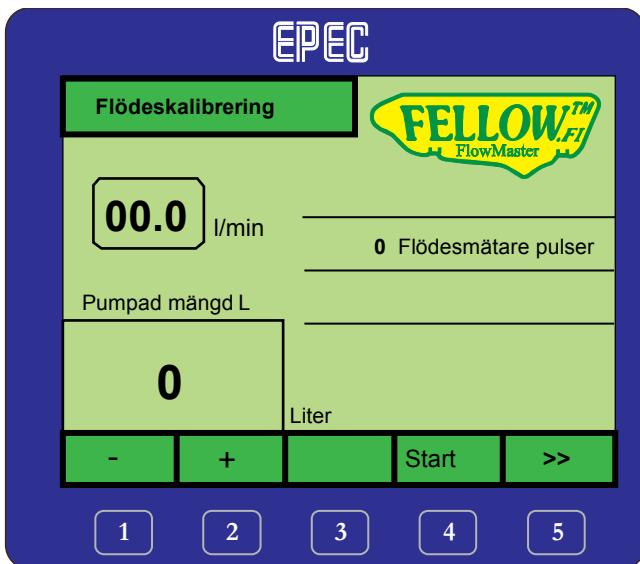

Bild 15 Början av flödeskalibrering
Med ESC knappen (5) kommer man till flödeskalibreringens grunddisplay (Bild 15 Början av flödeskalibrering), därifrån med pilknappen >> (5) flyttas till hastighetskalibrerings och ut från Kalibreringsmeny.